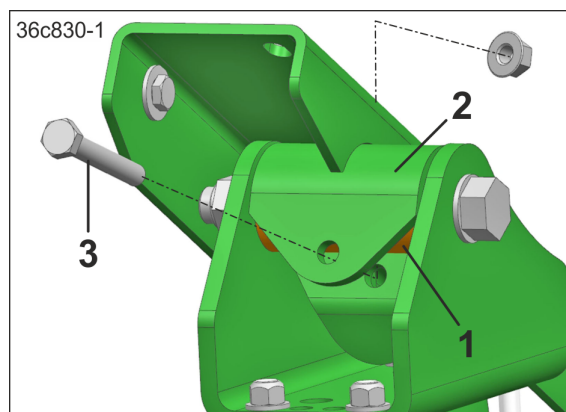

Fig. 95
3. Loger les coussinets (Fig. 95/1) dans les berceaux de réception (Fig. 95/2).
5. Fixer le raccord avec les vis (Fig. 95/3).